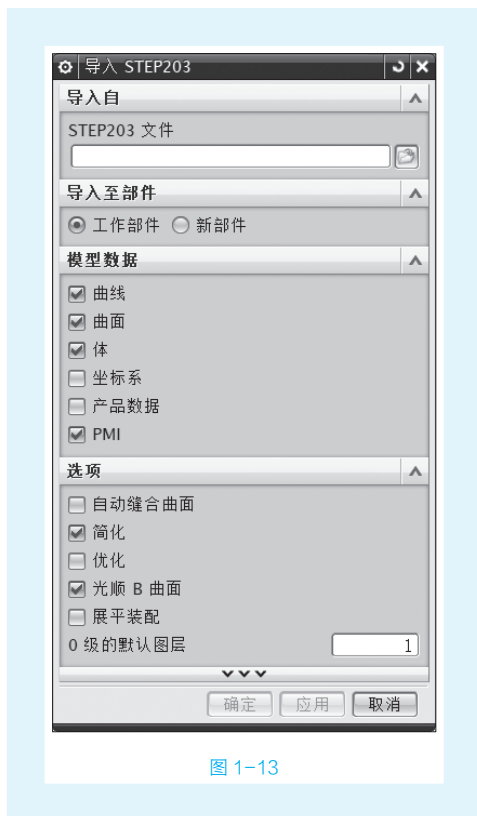

图 1-13
(3) 在“文件”菜单中的“导入”和“导出”命令就是利用 UG 自身的格式转换工具来进行文件的导入与导出的。若要导入其他格式文件,如 STEP,则执行“文件”→“导入”→“STEP203”命令,弹出“导入 STEP203”对话框,如图 1-13 所示。单击该对话框中的“浏览”按钮,在保存路径中找到 .stp 格式的文件,再单击“确定”按钮即可打开该文件。